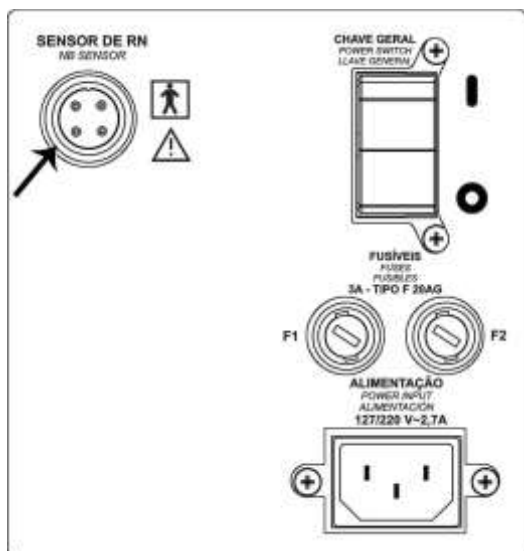
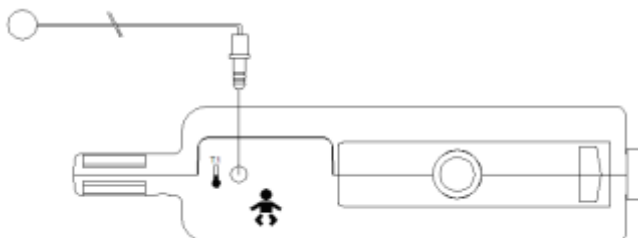

Figura 79 – Instalando sensor do RN – MC1
Figura 80 – Instalando sensor do RN – MC2
5. Ligue a chave geral (4) do suporte com ajuste de altura.
7. Retire o sensor do RN da embalagem. Conecte-o no módulo de controle localizado na lateral direita da incubadora, conforme figura 79, e passe o sensor pela passagem de tubos apoiando-o no colchão. Caso o módulo de controle seja o MC2 ou MC3, conectar o sensor no módulo dos sensores, localizado no compartimento do RN, conforme figura 80 e 81.